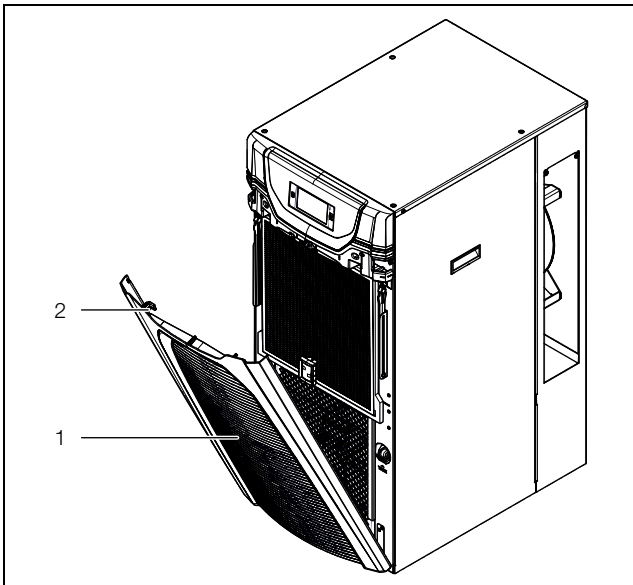

Abb. 18: Lamellengitter aufklappen 3334400
- Klappen Sie das Lamellengitter unterhalb des Gürtels nach vorne auf (Abb. 18, Pos. 1).